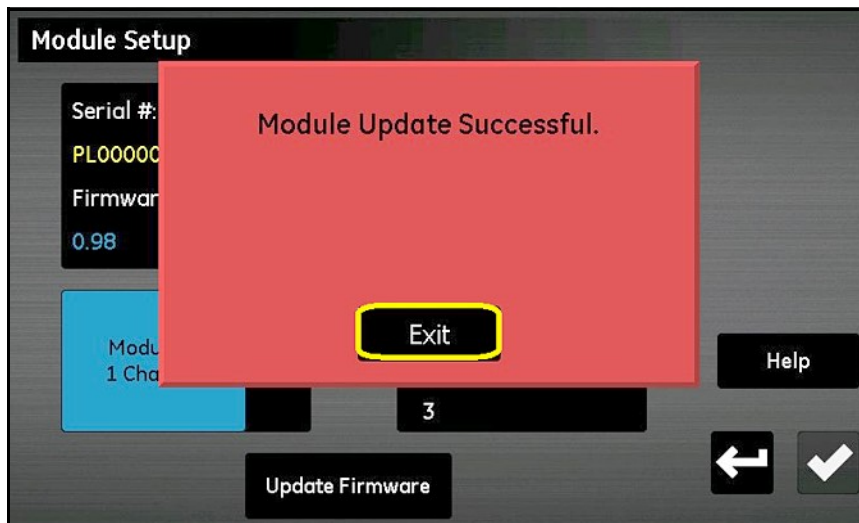

Figura 98: Instalação bem-sucedida
7. Depois que a atualização de software for concluída, (consulte a *Figura 98* abaixo), o medidor solicita que você saia. Toque no botão **Sair**.